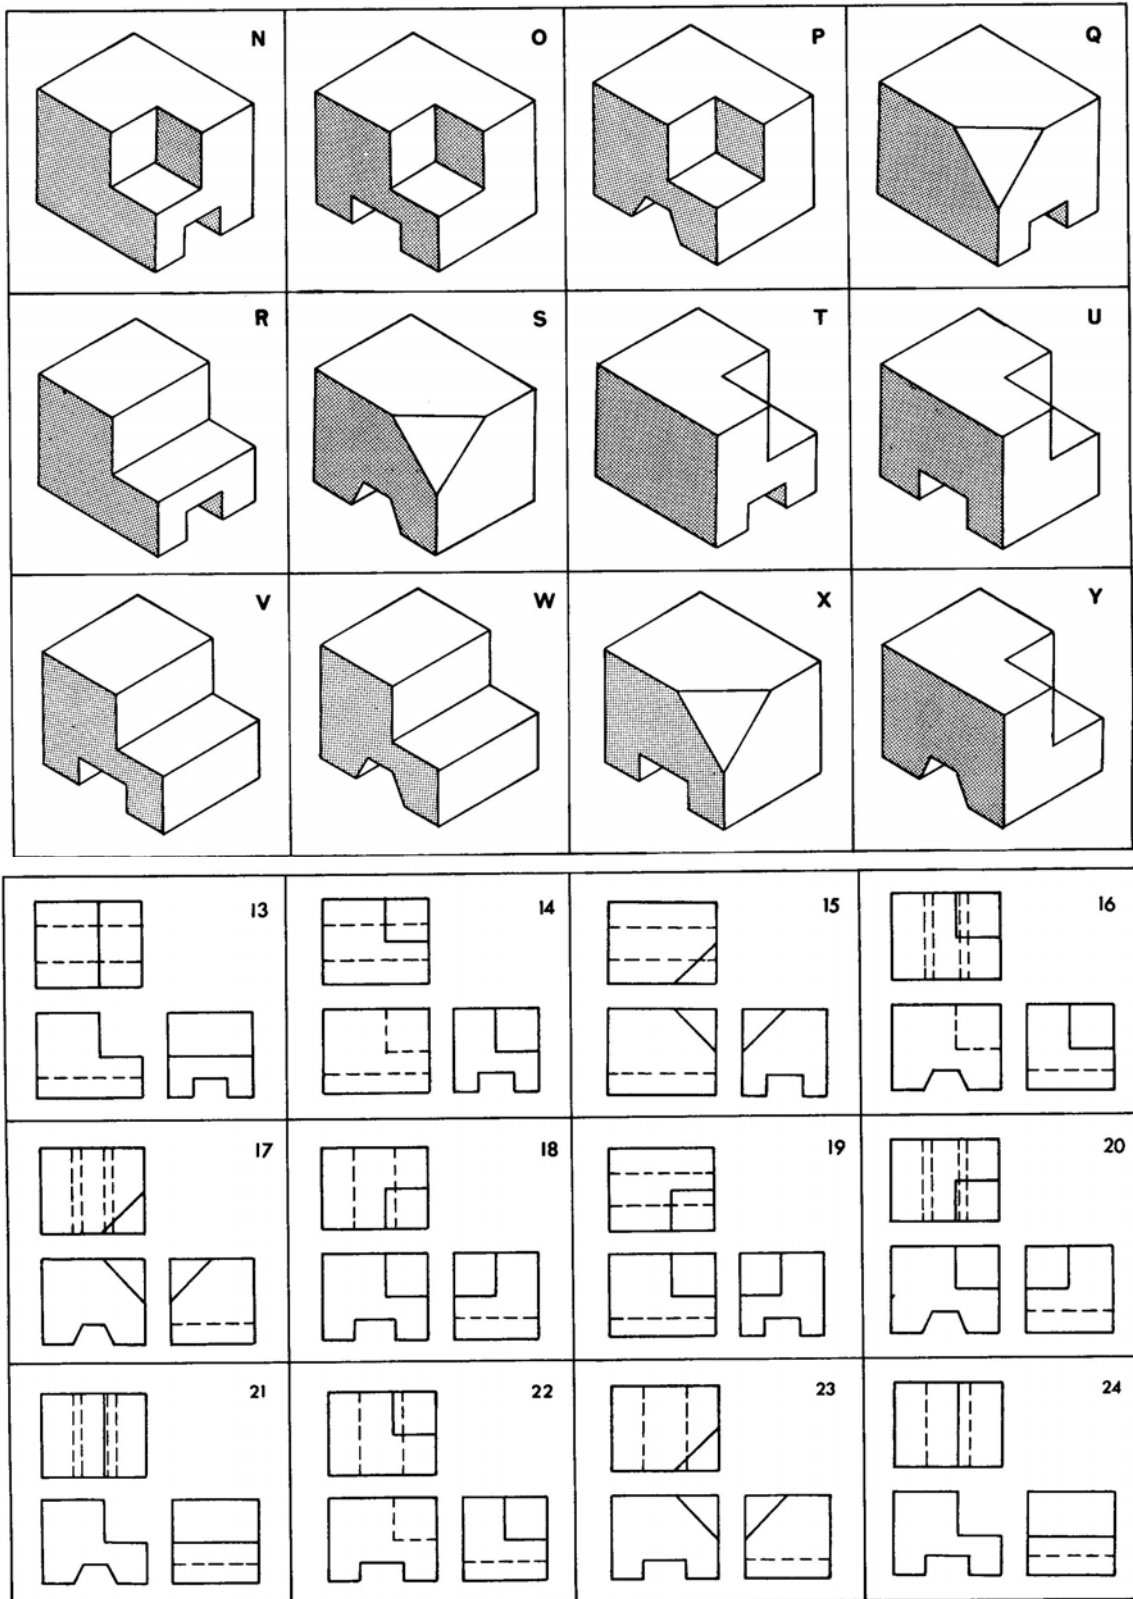

Figure 4.3
b) Trouver la projection orthogonale des pièces de 13 à 24, correspondant à chacune des vues de N à Y (figure 4.3).